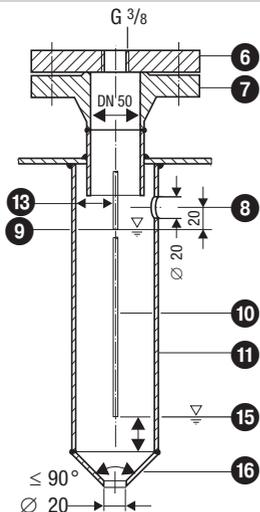

Fig. 5 Tubo de protección (a cargo del cliente) para el montaje en el interior
- Un electrodo de nivel NRG 16-4 puede montarse junto con un electrodo de nivel GESTRA, con un interruptor de nivel compacto o con un transmisor de nivel en un tubo protector común o en un recipiente de medición (diámetro interior DN 100). **Fig. 5 - 8.** Para el montaje en el interior, la distancia mínima entre el electrodo de nivel para la limitación del nivel de agua y el orificio de compensación debe ser de 40 mm.
- ¡La línea de fuga eléctrica entre electrodo y masa (brida, pared del tanque) no debe ser menor que 14 mm! **Fig. 5 - 8**